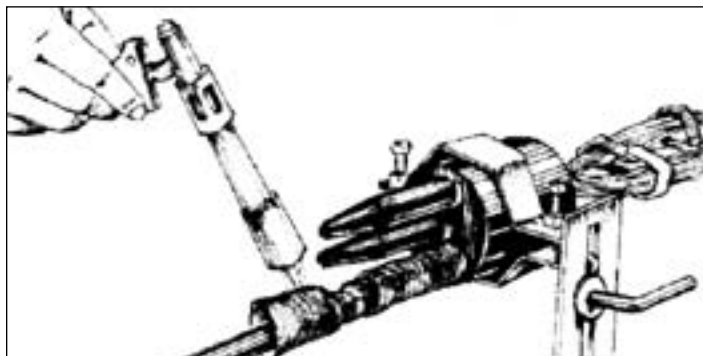

Рис. 4.7. - Герметизация патрубков трубками ТУТ 35/12
**4.3.2.** После сварки и выкладки в кассету ОВ, фиксации крышки кассеты производят герметизацию вводов ОК в патрубки оголовников. Участок слегка прогревают открытым пламенем, устанавливают и усаживают трубки ТУТ 35/12 (Рис. 4.7).